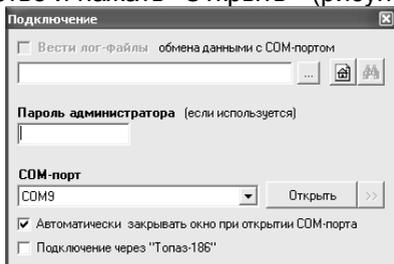

Рисунок 1
- г) появившемся окне выбрать COM-порт компьютера, к которому подключено устройство и нажать "Открыть" (рисунок 1);